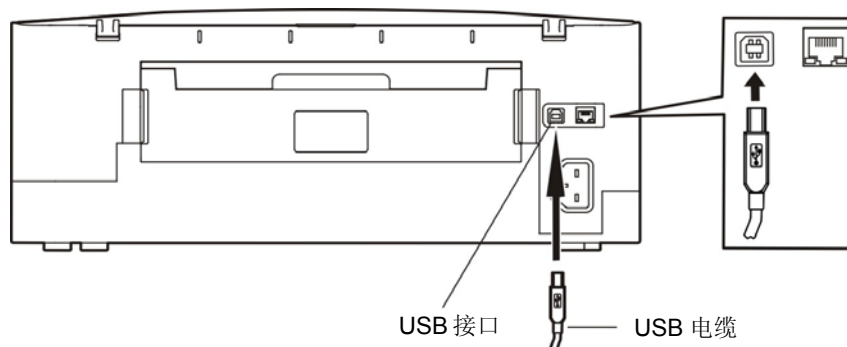
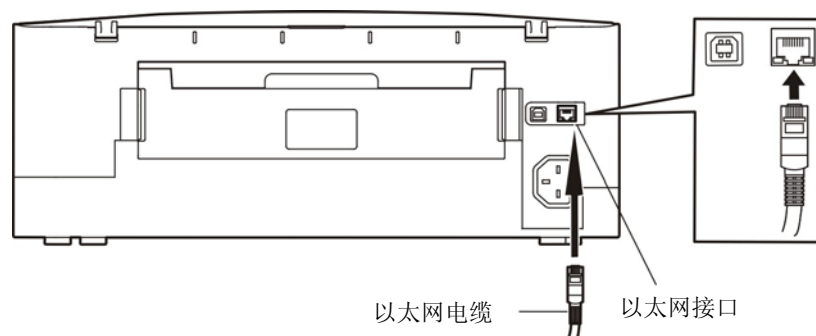

图 2-8 连接 USB 电缆
图 2-9 连接以太网电缆
本喷墨打印机可配置 USB 接口或以太网接口（产品的具体接口配置，以实物为准）。请根据需要，用相应的接口电缆把喷墨打印机与计算机相连（如图 2-8 和图 2-9 所示）。
2. 将 USB 电缆的方型插头插进打印机的 USB 接口插座中（如图 2-8 所示）。
将以太网电缆的 RJ-45 插头一端插进打印机的以太网接口插座中，另一端插头连接到局域网的接入端（如图 2-9 所示）。